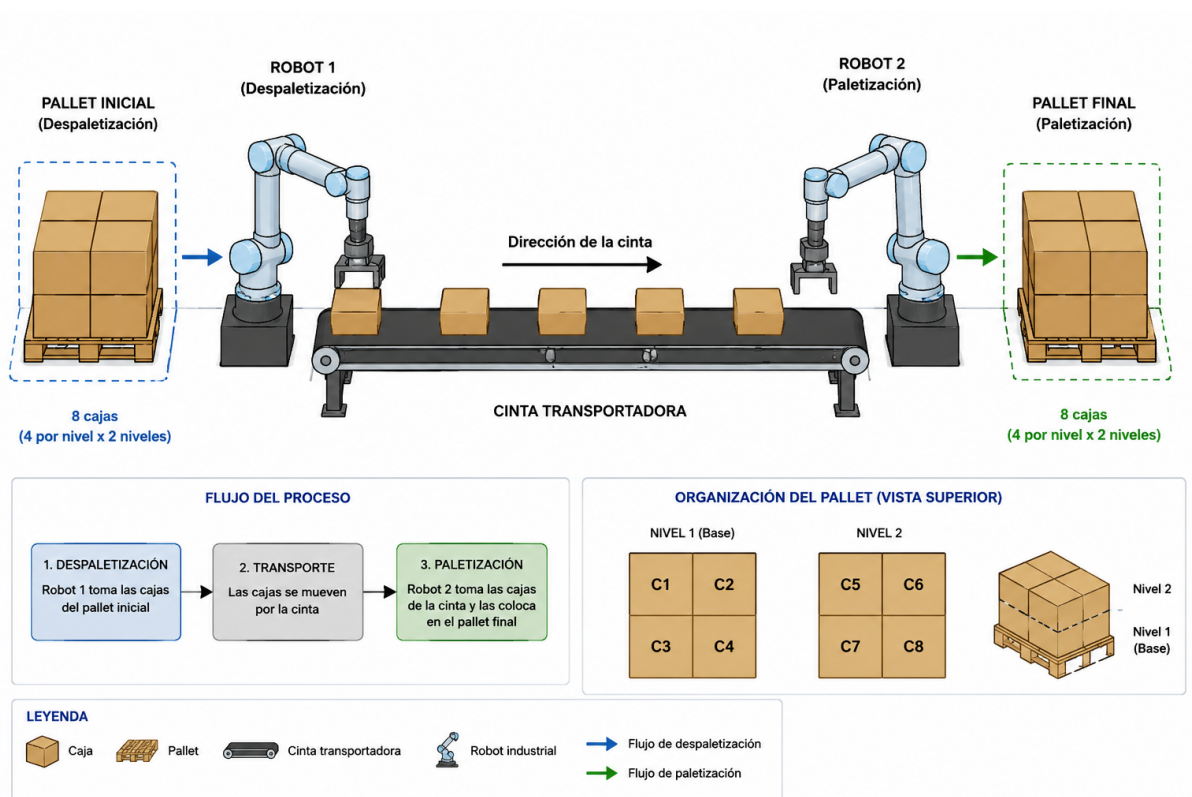

Figura 1: Diagrama esquemático de la célula de paletización y despaletización.
- **Configuración de Robots:** Cada alumno debe utilizar dos robots. Uno de ellos debe ser de una marca diferente a la utilizada por sus compañeros (ej. si el alumno 1 usa UR y ABB, el alumno 2 puede usar ABB y KUKA). Las marcas sugeridas incluyen Universal Robot (UR), ABB, KUKA, FANUC, Epson, o alguna marca que desean.
- La figura 1 muestra un diagrama del proceso a ser simulado.
El ejercicio deberá contempla contener por lo menos una estación con: 1 cinta transportadora; 1 pallet de entrada; pallet de salida; 2 robots industrial con herramienta de agarre, y; cajas de embalaje, tal como mostrado en la Figura 1.